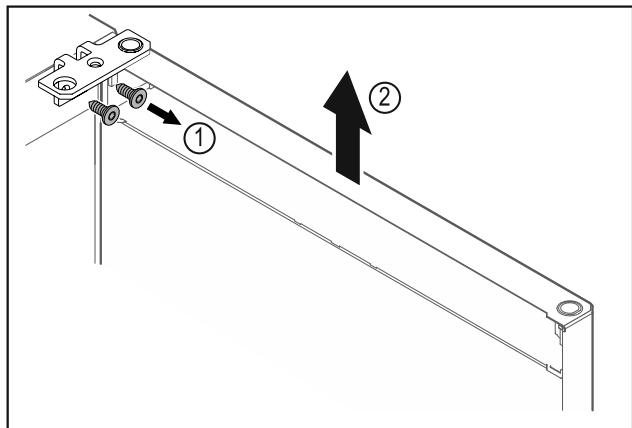

Fig. 9
- ▶ Развийте ъгъла на пантата Fig. 9 (1).
- ▶ Повдигнете вратата заедно с ъгъла на пантата Fig. 9 (2) приблизително 200 mm право нагоре и я свалете.